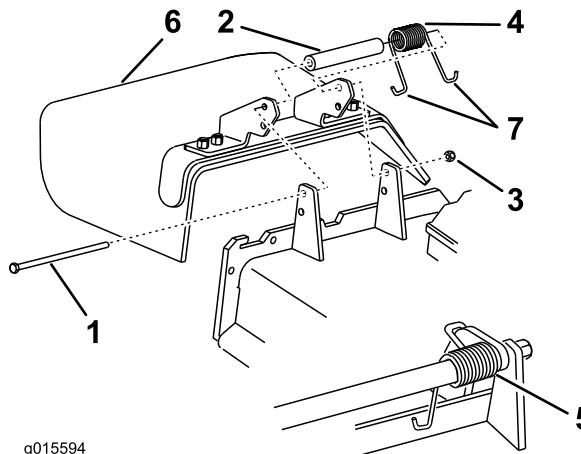

Figura 91
Nota: Asegúrese de colocar un extremo con gancho en J del muelle detrás del reborde de la carcasa antes de instalar el perno, según se muestra en Figura 91.
6. Coloque 1 extremo en J del muelle alrededor del deflector de hierba (Figura 91).
1. Retire la contratuerca, el perno, el muelle y el espaciador que sujetan el deflector a los soportes de pivot (Figura 91).